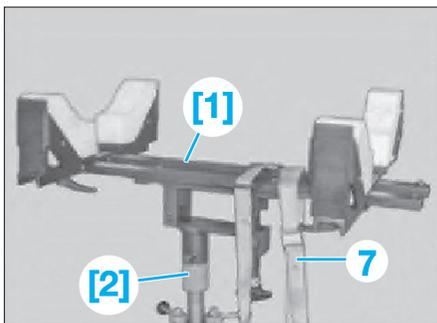

Fig. 7
- [1]. Cric hydraulique (réf BMW : 00 2 030) (Fig.7).
- Soutenir la boîte de vitesses avec les outils [1] et [2] (Fig.7).
- Fixer la boîte avec la sangle (7).